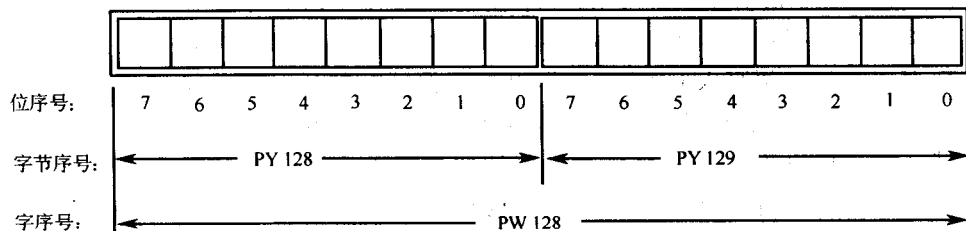

图 2-20 S5 模拟通道使用一个字, 它包含两个字节
3) 接下来的数字表示模拟 I/O 模块的位置和该 I/O 模块的通道。每个通道代表一个字的存储, 由两个字节的数组成。当一个指令占用了一个字, 它对两个字节操作, 如图 2-20 所示: